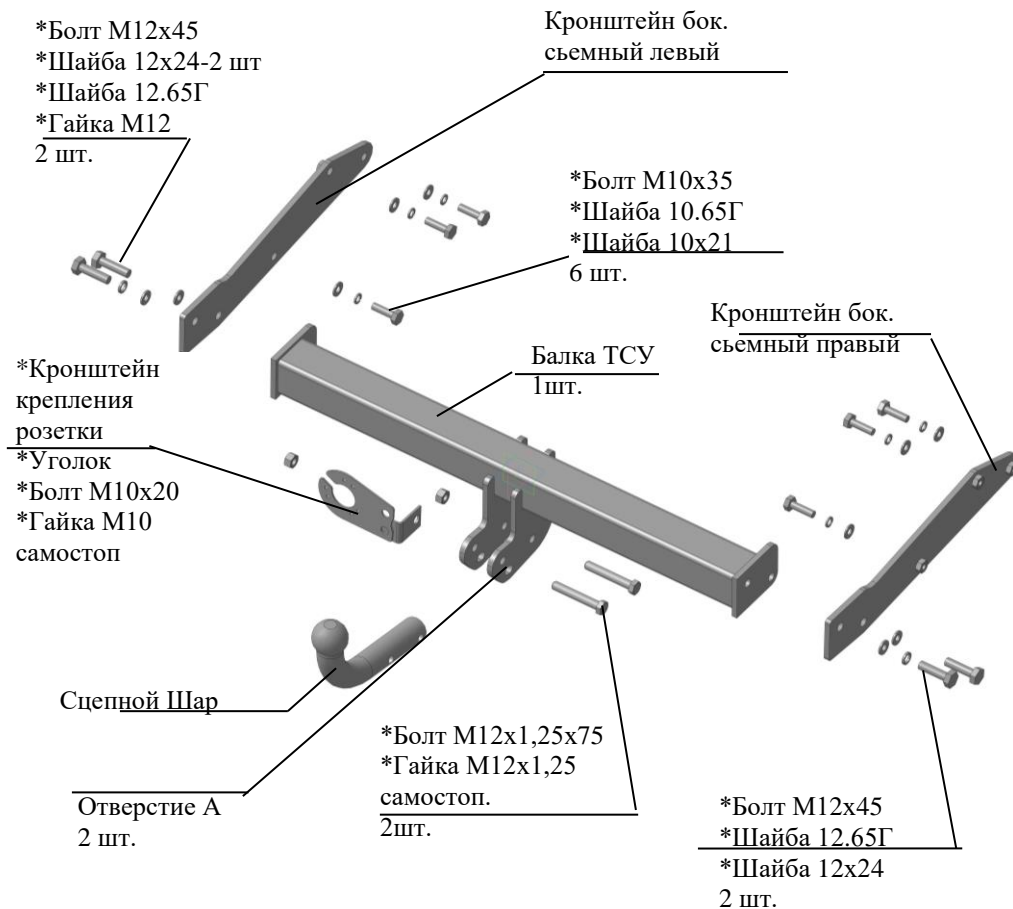

Рис.1 Тягово-сцепное устройство 9180
| 2.1 ТСУ 9180 в сборе (рис.1) | 1 шт. |
| 2.2 Пакет с комплектующими (см. рис.1) | 1 шт. |
4.2 Установить кронштейны боковые съемные левый и правый к внутренним полкам лонжеронов а/м и закрепить их болтами М10х35 (в соответствии с рис.1). Крепеж не затягивать.
4.3 Установить балку ТСУ между боковыми кронштейнами и закрепить болтами М12х45 и крепежом (в соответствии с рис.1).
Закрепить сцепной шар и кронштейн крепления розетки к кронштейнам шара болтами М12х1,25х75 (класс прочности 10.9) и гайками М12х1,25 самостоп (класс прочности 10), в соответствии с рис.1 (предварительно кронштейн розетки скрепить с уголком болтом М10х20 и гайкой М10 самостоп).